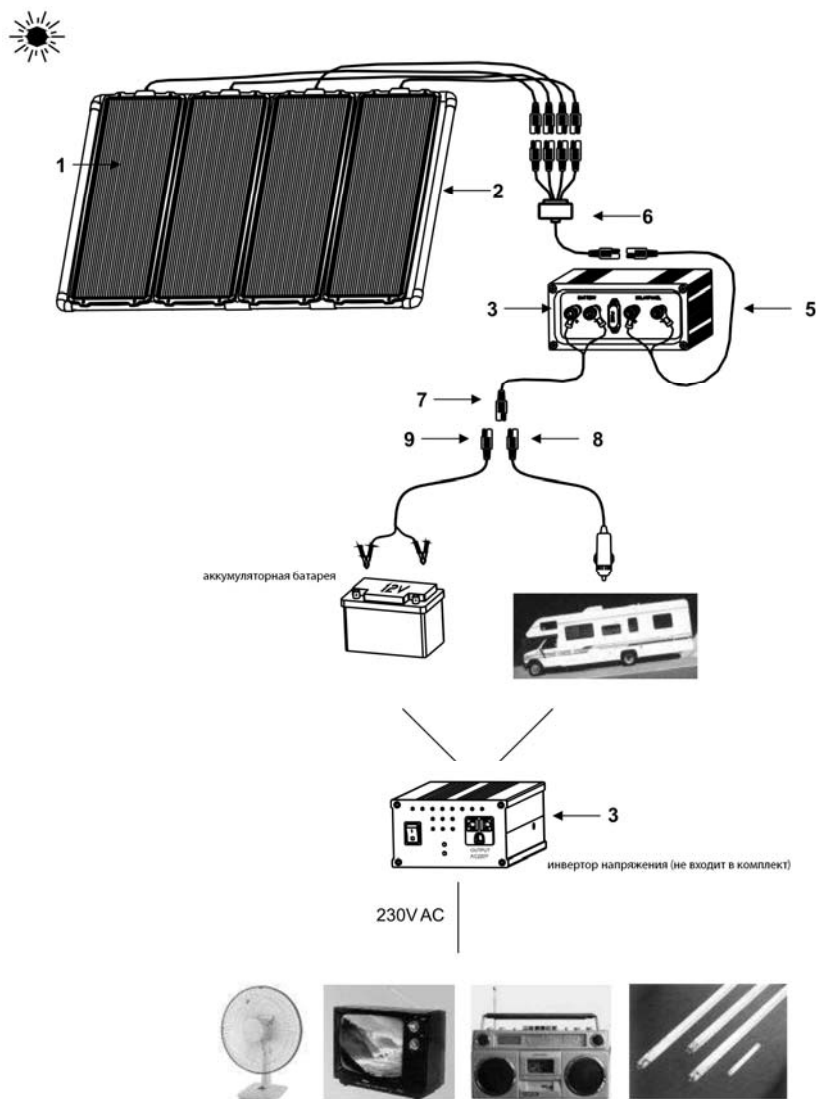

Рис.3 «Подключение солнечной панели с использованием инвертора напряжений».
- Соедините все солнечные панели между собой при помощи **«Кабеля для параллельного соединения 4-х панелей»** из комплекта поставки (Рис.3).